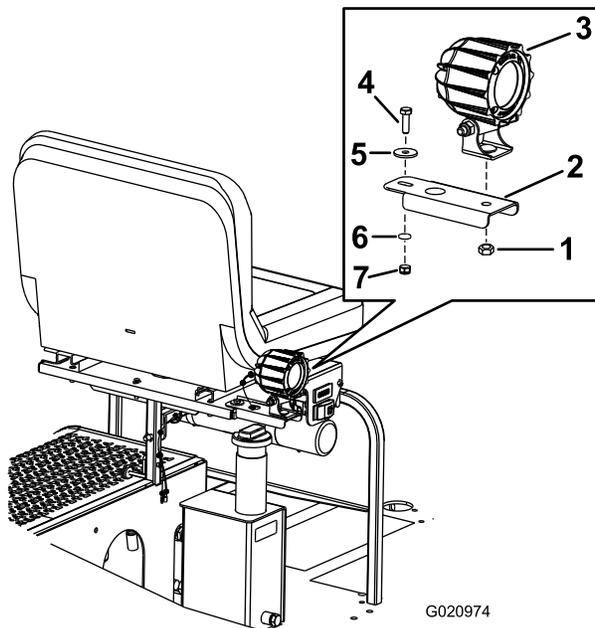

Bild 1
1. Fluchten Sie die Lampenbefestigungshalterung mit den Löchern an der linken Seite des Sitzpfannenflansches aus (Bild 1).
2. Fluchten Sie die Unterkante der LED-Lampe an der linken Seite mit dem Loch in der Lampenbefestigungshalterung aus (Bild 1).
3. Setzen Sie die Unterkante der LED-Lampe an der linken Seite in das Loch ein und ziehen Sie die Sicherungsmutter (5/16") an, um die Befestigungshalterung zu befestigen, wie in Bild 1 abgebildet.
4. Stecken Sie die Sechskantschraube (M6 x 20 mm) durch die Scheibe (1/4" x 7/8"), wie in Bild 1 abgebildet.
5. Stecken Sie die Sechskantschraube (M6 x 20 mm) und die Scheibe (1/4" x 7/8") in die Lampenbefestigungshalterung, wie in Bild 1 abgebildet.
6. Legen Sie die Scheibe (M6 x 20 mm) auf die Unterseite der Sechskantschraube (M6 x 20 mm) und ziehen sie mit der Sicherungsmutter (M6) an, wie in Bild 1 abgebildet.